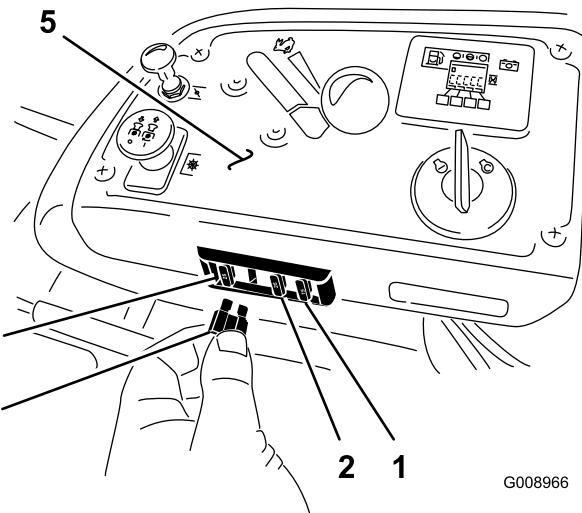

Figura 66
1. I fusibili sono posizionati sulla consolle a destra del sedile (Figura 66).
3. Montate un fusibile nuovo (Figura 66).